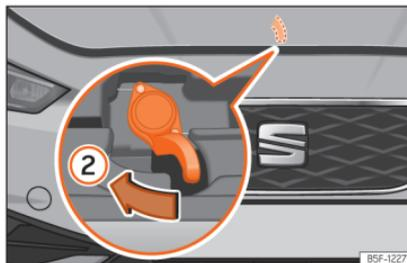

Fig. 228 Alavanca sob o capô.
- Para levantar o capô, pressione para a esquerda com a palma da mão para baixo a alavanca situada sob o capô, no centro »» Fig. 228 (2). Os ganchos de fixação ficam desbloqueados.